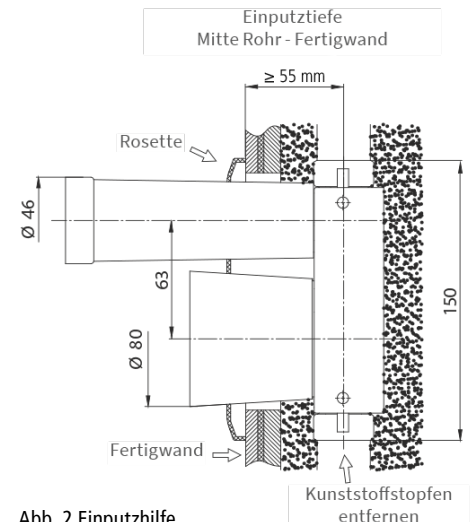

Abb. 2 Einputzhilfe
- 1.2. Die minimale Einputztiefe Mitte Rohr bis Fertigwand beträgt 55 mm (Abb. 2). Größere Einputztiefen von 65 mm bis 85 mm erfordern später zwei Rosettenverlängerungen (Artikel-Nr. 60546) oder zwei Koax 2"-Verlängerungen (Artikel-Nr. 62102). Über 85 mm Einputztiefe sind zwei zusätzliche Rosetten- oder Koax 2"-Verlängerungen und zwei Spindelverlängerungen (Artikel-Nr. 6068 K) erforderlich.
- 1.4. Kunststoffstopfen entfernen (Abb. 2).